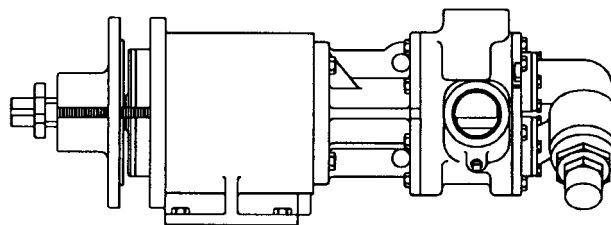

FIGURA 8
2. Gire las perillas uniformemente para sacar la guarnición de cojinete y el montaje exterior. Ver **Figura 8**.